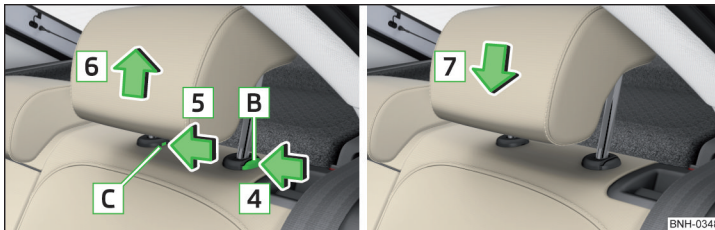

Abb. 62 Kopfstützen hinten: ausbauen/einbauen
- Die Sicherungstaste **B** in Pfeilrichtung **4** drücken, gleichzeitig mit einem Schlitzschraubendreher mit einer Breite von max. 5 mm die Sicherungstaste in der Öffnung **C** in Pfeilrichtung **5** drücken » Abb. 62.